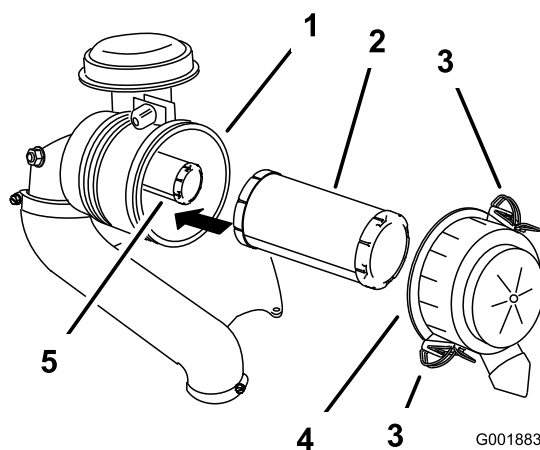

Figura 29
3. Rilasciate i dispositivi di fermo del filtro dell'aria e togliete il coperchio dal corpo del filtro (Figura 29).
5. Estraiete con cautela il filtro primario dal corpo del filtro dell'aria (Figura 29).
2. Se sostituite il filtro di sicurezza, fatelo scorrere delicatamente nel corpo del filtro (Figura 29).
3. Montate con cautela il filtro primario sul filtro di sicurezza (Figura 29).
4. Montate il coperchio del filtro dell'aria con il lato contrassegnato **up** (alto) rivolto in alto, quindi fissate i dispositivi di fermo (Figura 29).